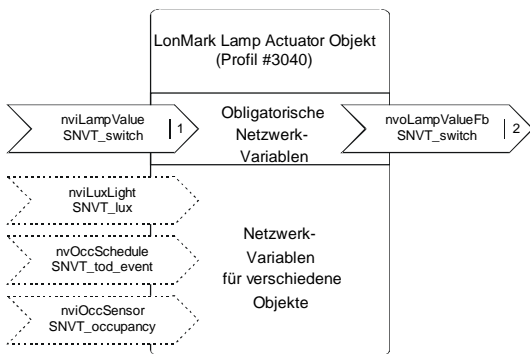

Abb. 5 Lamp Actuator Objekt
- 2 Lamp Actuator Objekte (#3040) (siehe Abb. 5)